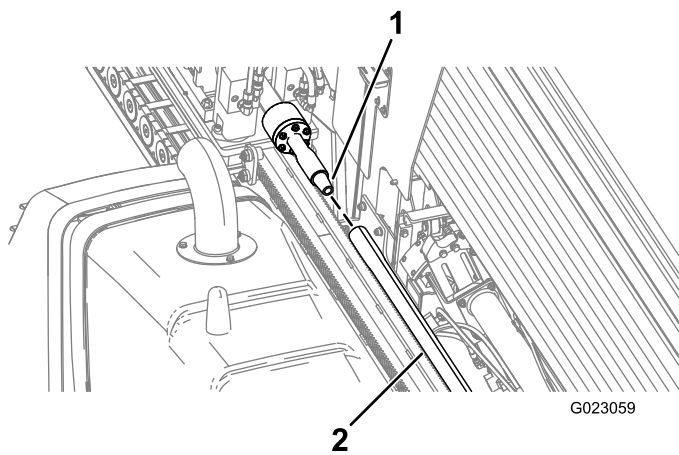

Рисунок 48
9. Поверните буровой шпindelь по часовой стрелке и медленно переместите каретку вперед, чтобы вставить шпindelь в конец трубы с внутренней резьбой (Рисунок 48).
9. Поверните буровой шпиндель по часовой стрелке и медленно переместите каретку вперед, чтобы вставить шпиндель в конец трубы с внутренней резьбой (Рисунок 48).